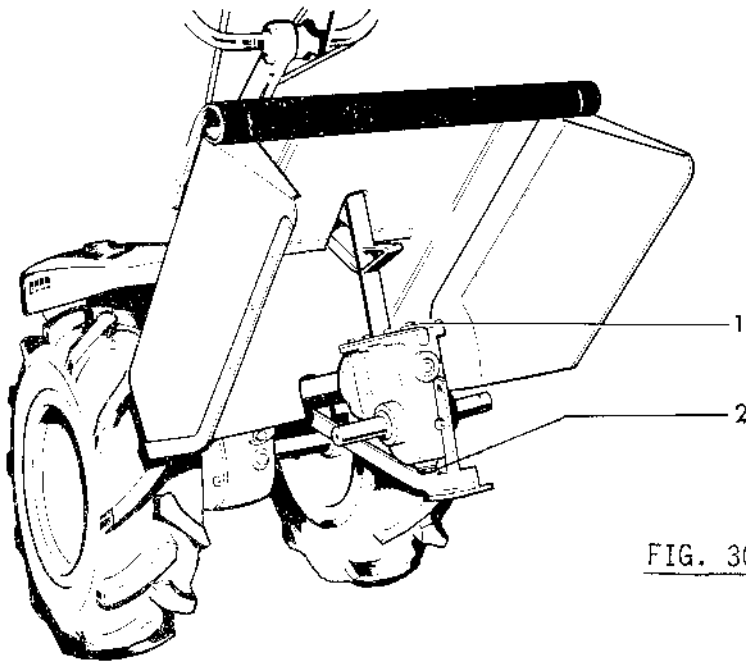

FIG. 30 - Mécanisme de sarclo-fraise
- régler la béquille en position basse de façon à pouvoir accéder au bouchon de vidange (2) FIG. 30.
- dévisser le bouchon de remplissage (1) FIG. 30.